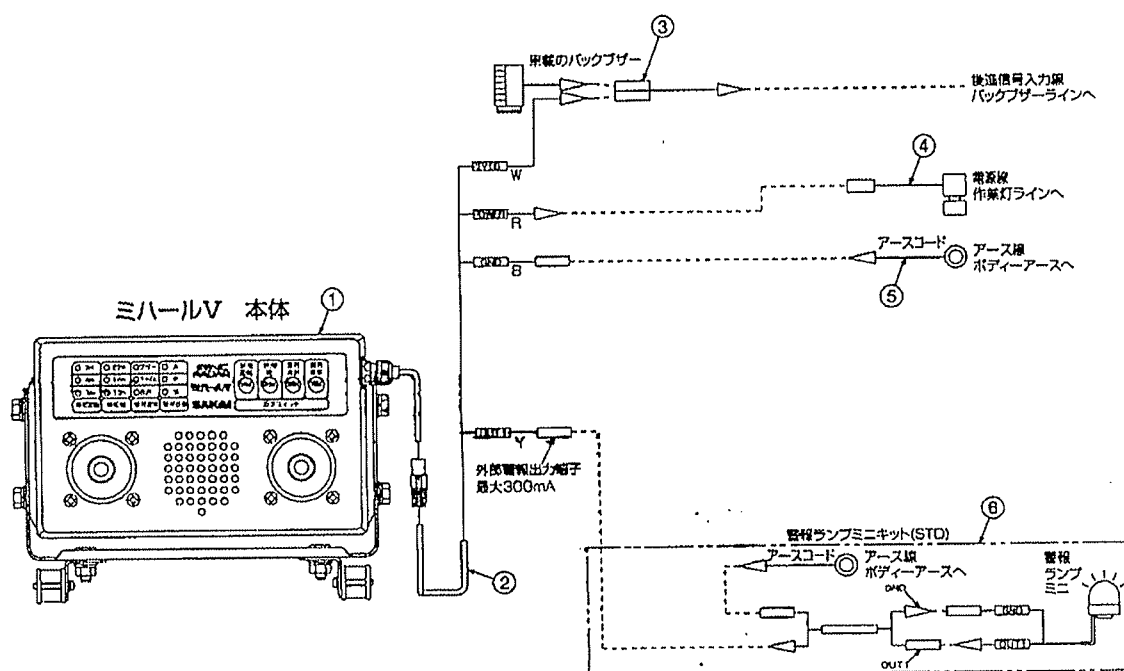
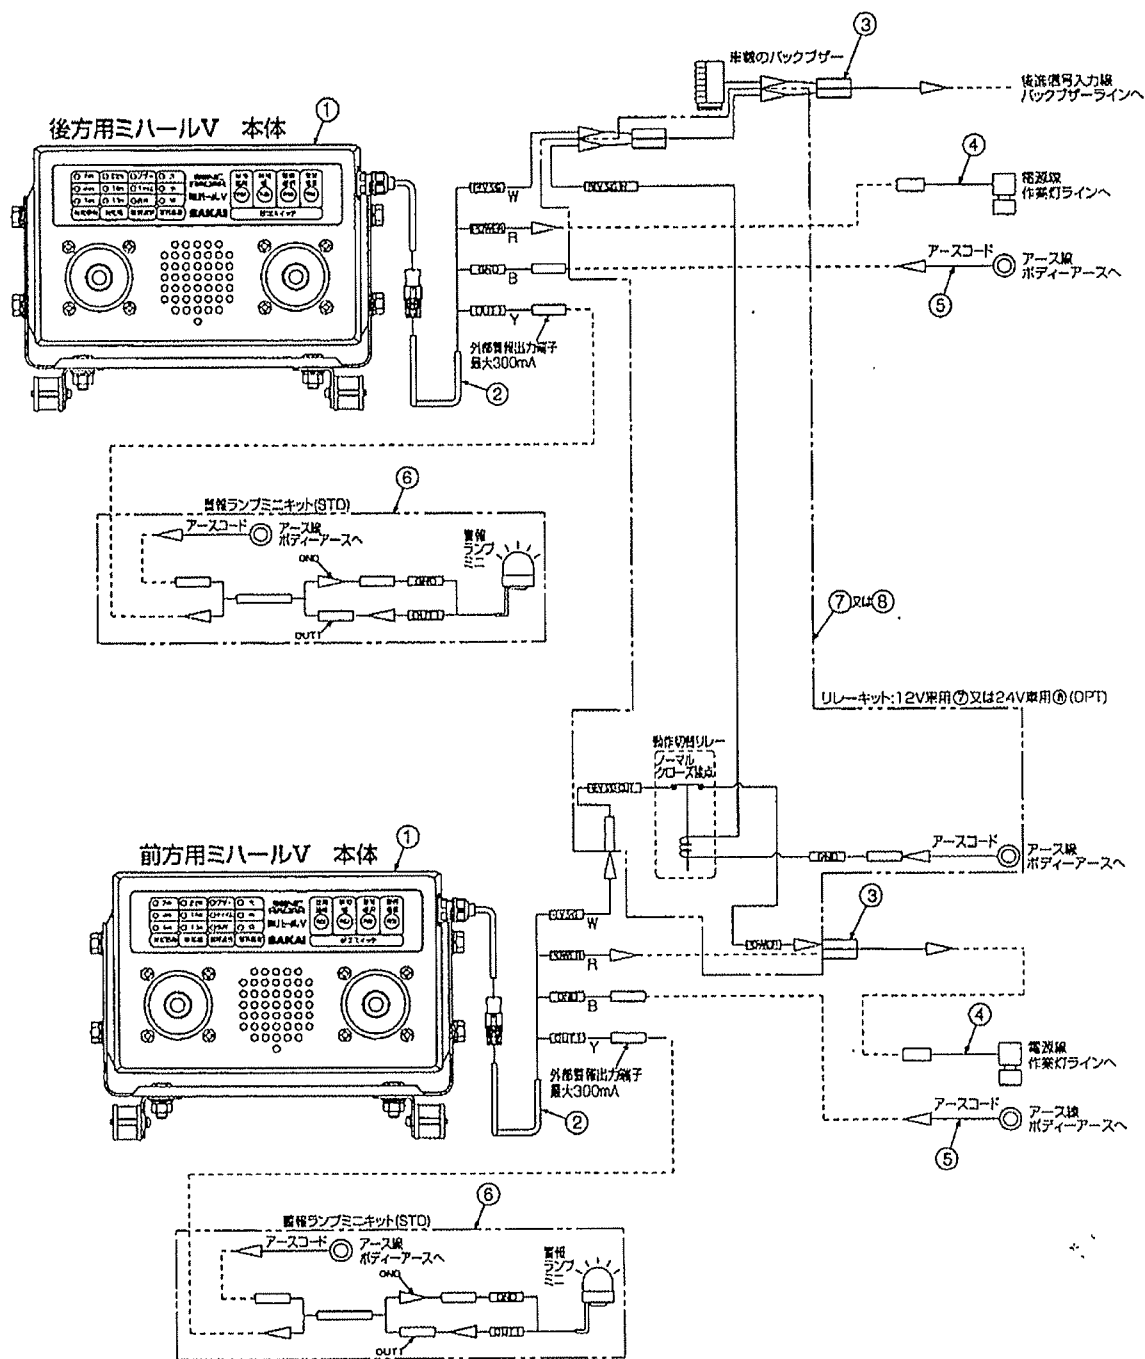

図4 後方配置、後進動作の接続（標準キット）
図5 前方と後方配置、進行方向動作の接続
① 後進動作（後方配置、後進動作接続時：P9、図4参照）
② 前進および後進動作（前方および後方配置、前進および後進動作接続時：P10、図5参照）
※ 図4～6はバックセンサーとしての後進動作の他に、進行方向動作や常時動作をさせる場合の結線を説明しております。
- (1) 標準キットをバックセンサーとして接続する場合 (P9、図 4 参照)
①+②+③+④+⑤+⑥
- (2) 本体を車両の前後に各々設置する場合 (P10、図 5 参照)